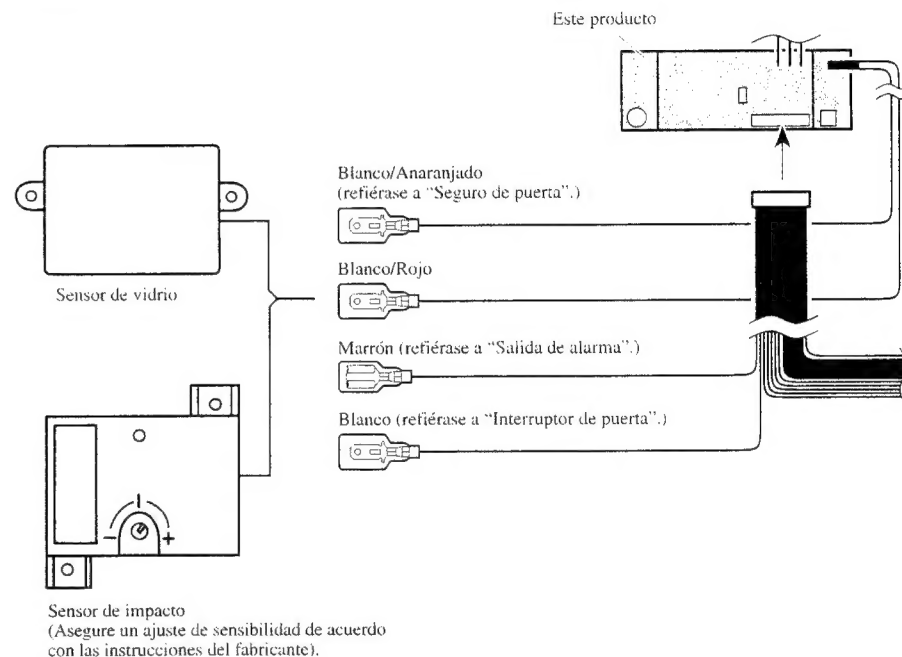

Fig. 6
- Blanco/Rojo (Sensor de alarma, ALARM SENSOR) (Fig. 6)**